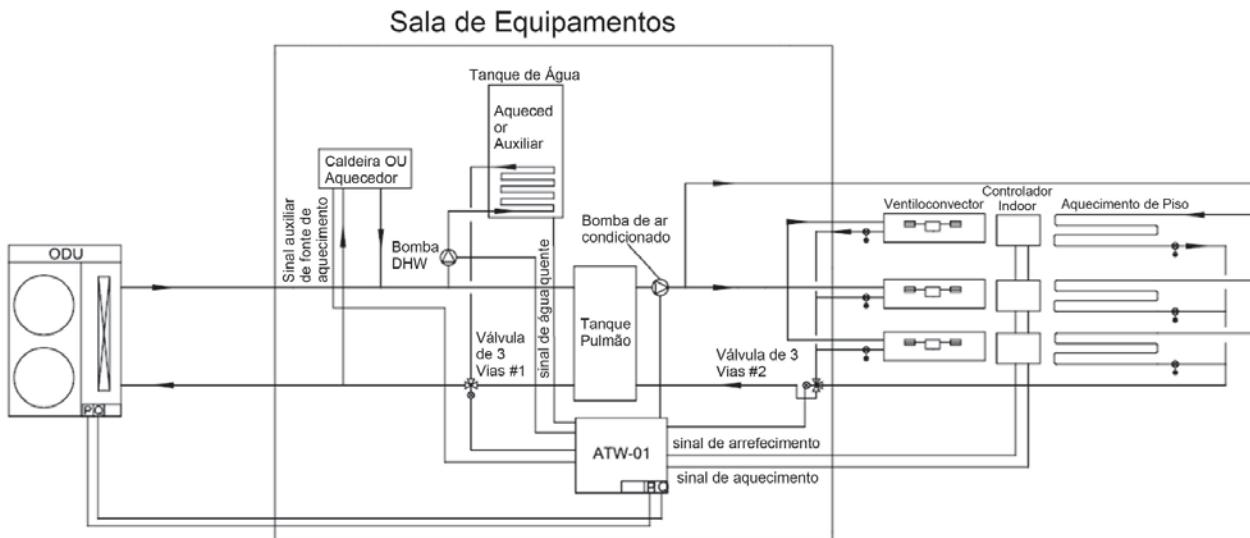

Fig 4 DHW controlada pelo controlador do usuário
- O usuário envia liga/desliga para CN22 enquanto o estado de BM1-1 da PCB da unidade exterior está definido como Ligado (Fig.4).